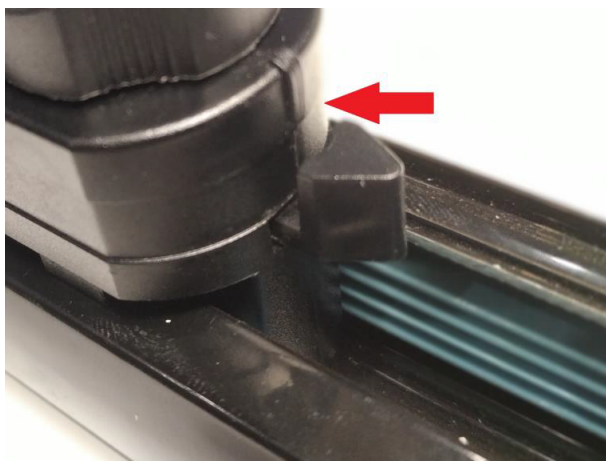

Рис. 5
2.2. Адаптер світильника встановлюється в паз шинопровода відповідною стороною (див. рис. 5).